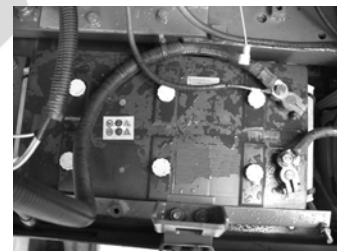

Figura 4-16
14) Electrolito de acumulador(figura 4-16)